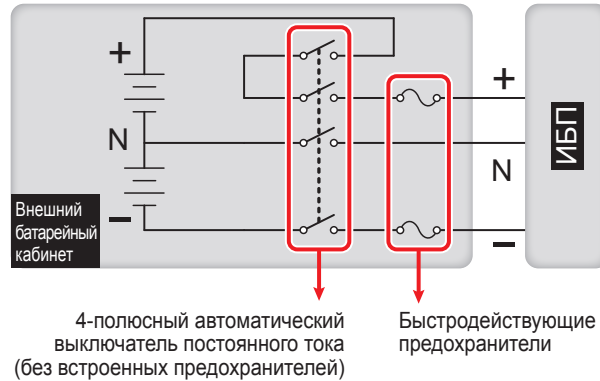
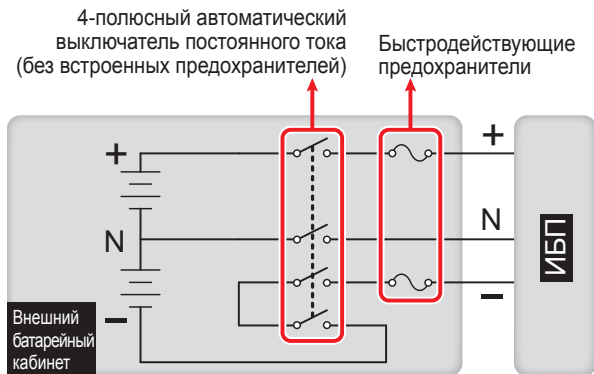

Рис. 5-12. Установка 4-полюсного автоматического выключателя постоянного тока и быстросрабатывающих предохранителей (I)
Рис. 5-13. Установка 4-полюсного автоматического выключателя постоянного тока и быстросрабатывающих предохранителей (II)
- Необходимо использовать 4-полюсный автоматический выключатель постоянного тока (без встроенных предохранителей) с отключающей способностью 35 кА пост. тока. На один полюс разрешается подавать постоянное напряжение 250 В, на два последовательно включенных полюса – 500 В, а на три – 750 В. При установке 4-полюсного автоматического выключателя постоянного тока и быстродействующих предохранителей между ИБП и блоком внешних батарей сторонних производителей руководствуйтесь **Рис. 5-12** или **Рис. 5-13**.